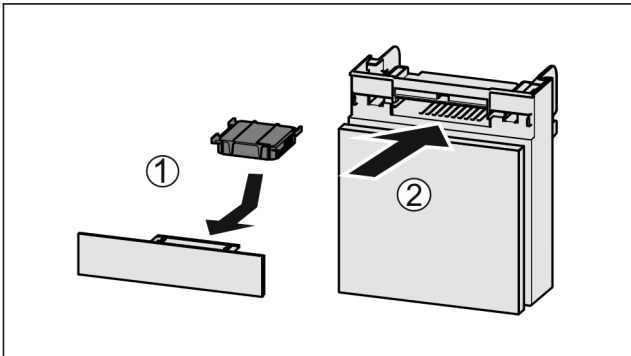

Fig. 101
- ▶ 按图装入 Fig. 101 (1) 活性炭过滤器。
- ▶ 推入 Fig. 101 (2) 抽屉。